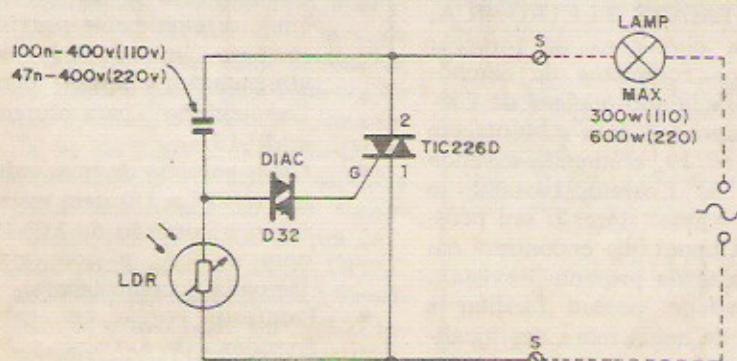

Fig. 1
- FIG. 1 - O "esqueminha" do circuito. A absoluta simplicidade fica clara à primeira vista, já que apenas quatro peças fazem tudo! Três dos componentes já foram estudados aqui nas "Lições" do ABC (o DIAC e o TRIAC, na presente "Aula"...) e um deles, o LDR, embora ainda não detalhado tecnicamente, já foi "apresentado" ao Leitor/"Aluno" na montagem prática da SIMPLES BARREIRA ÓTICA DE SEGURANÇA ("Aula nº 7"), em antecipação teórica. O importante, por enquanto, é saber reconhecer os símbolos e determinar "o que está ligado onde", polaridades, terminais, etc. A parte tracejada do